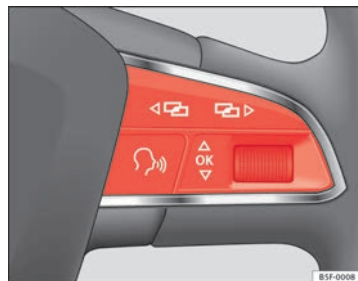

Fig. 43 Lado derecho del volante multifunción: teclas para utilizar los menús del cuadro de instrumentos.
- En caso de que se muestre un mensaje o el pictograma del vehículo, pulse la tecla ⇒ fig. 42 ① de la palanca del limpiaparabrisas o la tecla **OK** del volante multifunción ⇒ fig. 43.
- Si se maneja mediante el volante multifunción: no aparecerá la lista del menú principal. Para pasar por cada punto del menú principal, pulse la tecla **◀▶** o **◀▶** varias veces ⇒ fig. 43 (si el vehículo está equipado con cuadro de instrumentos básico, estas teclas no tendrán función).
- Pulse la tecla basculante ⇒ fig. 42 ② de la palanca del limpiaparabrisas hacia arriba o hacia abajo o gire la ruedecilla del volante multifunción ⇒ fig. 43 hasta que aparezca marcada la opción del menú deseada.
- Para consultar la opción del submenú, pulse la tecla ⇒ fig. 42 ① de la palanca del limpiaparabrisas o la tecla **OK** del volante multifunción ⇒ fig. 43.
- Marque o confirme la selección con la tecla ⇒ fig. 42 ① de la palanca del limpiaparabrisas o la tecla **OK** del volante multifunción ⇒ fig. 43. ■